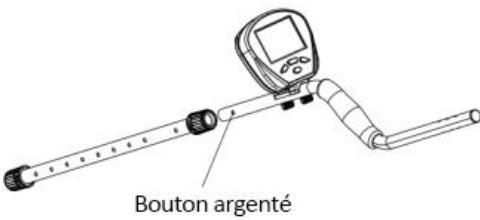

Fig.4
3.Détendez le LOCK NUT à l'autre extrémité du lien central. Appuyez sur le bouton argenté sur le lien de raccordement supérieur et insérez-le à l'autre extrémité du lien moyen (Voir Fig.4).